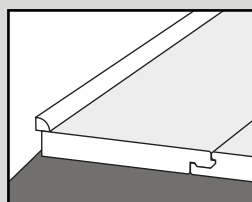

Fig. 7
9. Une fois le sol posé, retirez les cales de dilatation. Balayez à l'aide d'un balai-brosse souple. Fixez les plinthes ou une bordure appropriée (en vente chez votre distributeur local) pour couvrir les joints de dilatation. Il convient de les fixer au mur et non pas au sol, pour faire en sorte que le produit puisse se dilater librement (Figures 7 et 8).